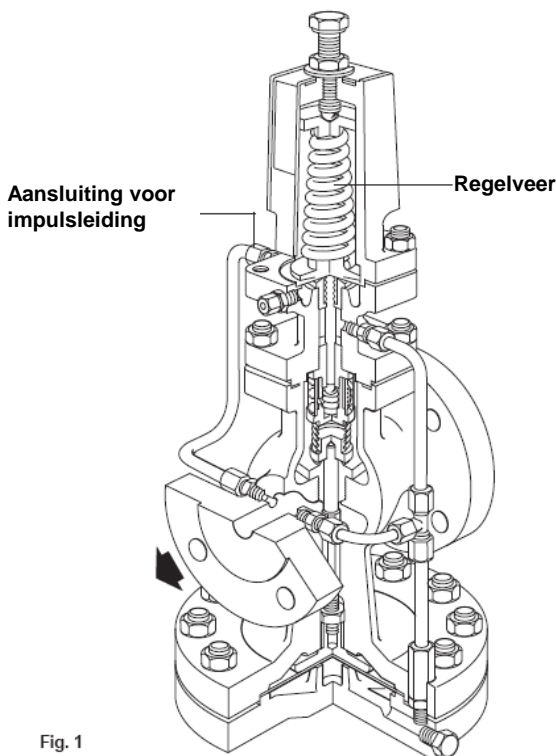

Fig. 1
#### 3.1. Levering (Fig.1)
7. Houd de regelschroef in de juiste stand en schroef de tegenmoer vast. Zie toe dat de C-vormige drukring goed zit (Fig.1).